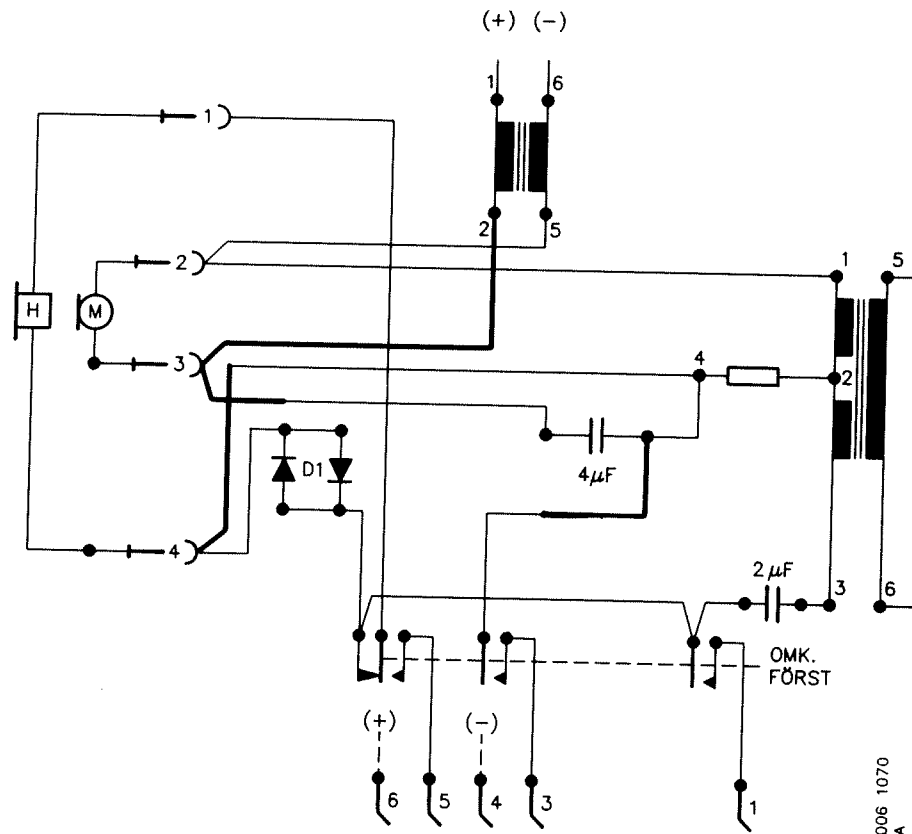

Bild 19. Koppling av talanordning lfc efter modifiering
- Flytta de bortlödda förbindningarna, se bild 19. Dra en ny förbindning mellan drosselns stift 2 och stiftet 3 på anslutningsjacken för talgarnityret.